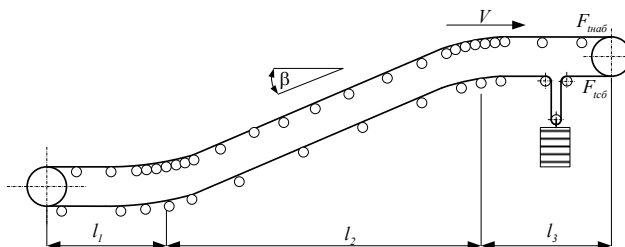

Рис. 2
2. Рассчитать ленточный конвейер для перемещения глины (рис. 2).